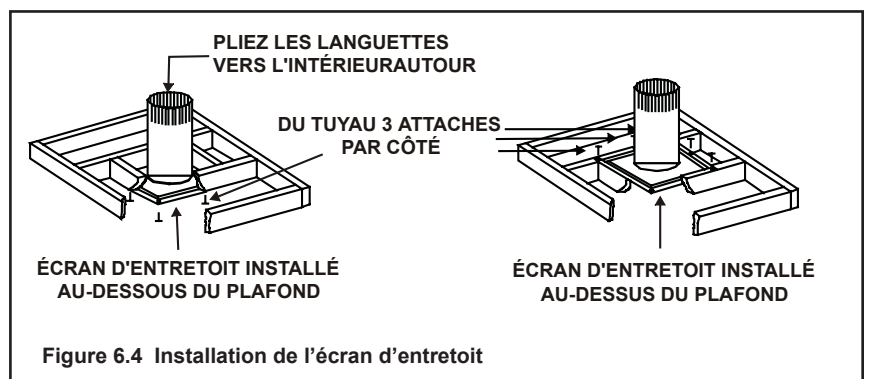

Figure 6.4 Installation de l'écran d'entretoit
- Un écran d'entretoit peut être installé au-dessus ou en dessous du plafond (voir Figure 6.4).